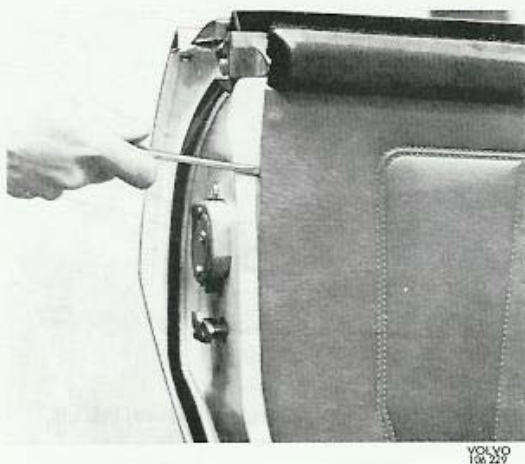

Bild 13. Demontering av dörrklädsel
3. Ta bort övre dörrpanelen genom att försiktigt anbringa en mejsel el. dyl. under klädselkanten och därefter bända utåt (bild 13). När klämmorna har lossats från dörren lyfts klädseln av uppåt.